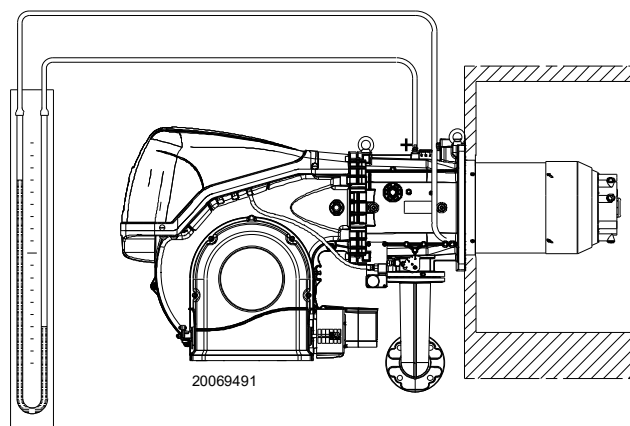

Fig. 25
- Montare un manometro a U o un manometro di tipo differenziale (Fig. 25), con presa (+) sulla pressione del gas del manicotto e (-) in camera di combustione. Serve a ricavare approssimativamente la potenza MAX del bruciatore mediante la .